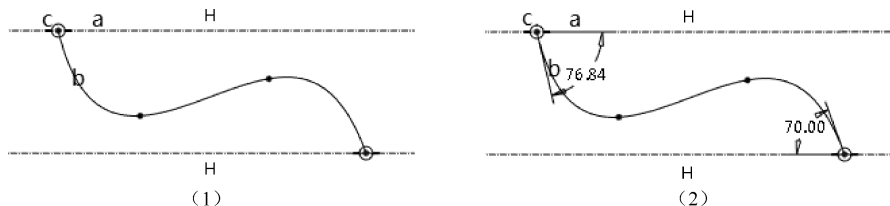

图 2-45 标注样条曲线尺寸图 (2)
标注两个端点的角度尺寸：首先过两个端点，绘制水平中心线作为角度参照线，然后进行角度标注，如图 2-45 (1) 所示。标注时，首先用鼠标左键依次单击中心线上的点 a、样条曲线上的点 b 和端点 c，然后单击鼠标中键放置尺寸，完成角度标注，如图 2-45 (2) 所示。用同样的方法标注样条曲线另一端的角度。